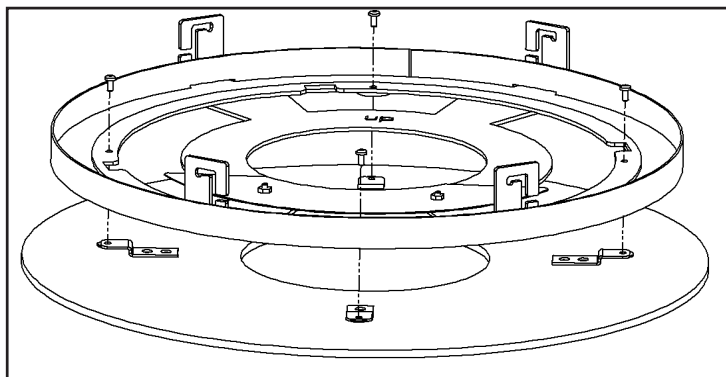

Figure 39: Retrait de la bande de fascia de la plaque supérieure
Retirez les quatre (4) vis T20. Tournez l'assemblage de la bande fascia et soulevez la bande fascia pour la retirer (voir Figure 39).